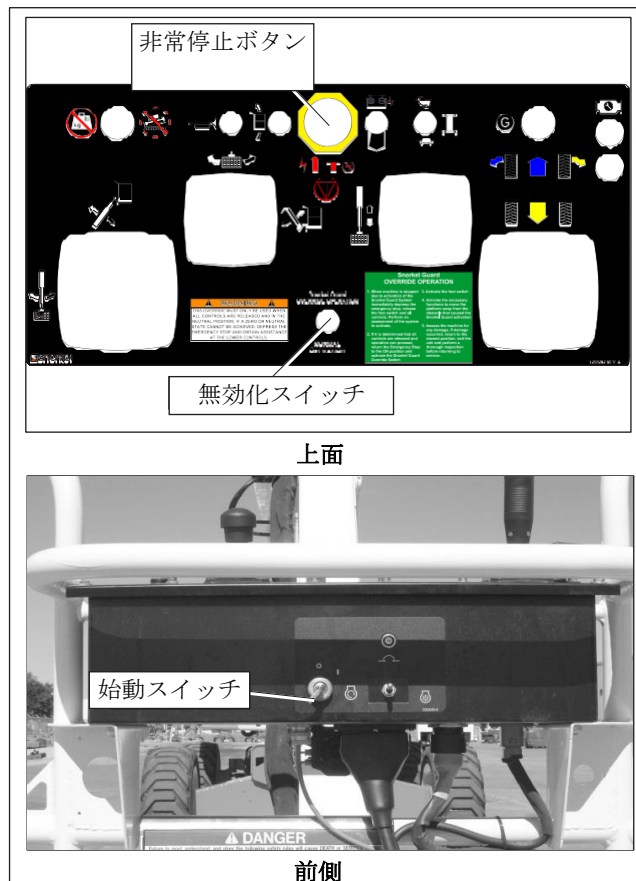

図 8.2 - 上部操作盤
4. 非常停止ボタンを引き出します（図 8.2 を参照）。
上部操作盤のオーバーライドスイッチは、作業台の過積載かスノーケルガードシステムが機能しているときに、それらをオーバーライドするのに使用することができます。作業床の過積載警告システムが起動したときには、上部操作盤のオーバーライドスイッチまたは緊急電源スイッチ（図 8.2 を参照）を使用することでシステムをオーバーライドし、主ブームの上昇／下降／格納、ジブブームの上昇／下降、あるいはターンテーブルの回転や走行機能の操作が可能になります。このスイッチはバネで通常の操作位置に戻ります。スノーケルガードシステムが起動したときには、上部操作盤のオーバーライドスイッチ（図 8.2 を参照）を使用することでシステムをオーバーライドし、主ブームの上昇／下降／格納、ジブブームの上昇／下降、およびターンテーブルの回転機能の操作が可能になります。